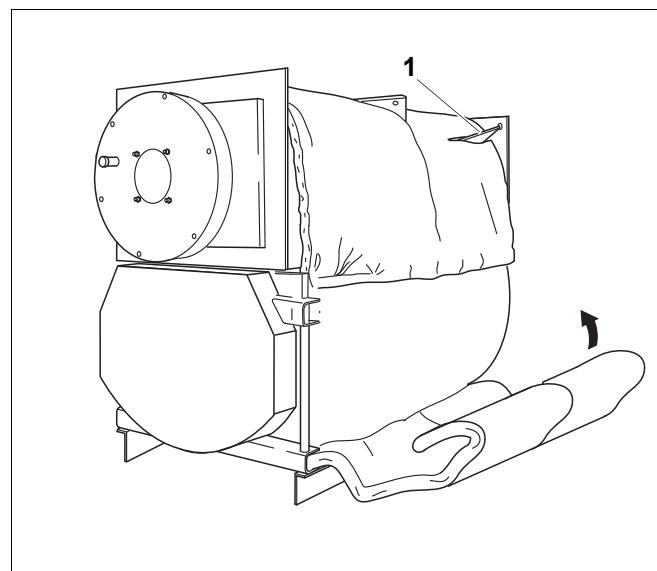

Рис. 5 Техноизоляция
- Протяните теплоизоляционные маты под котлом (рис. 5).